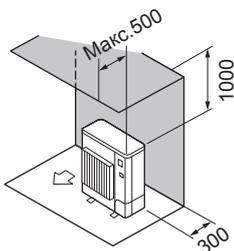

Fig. 2-3
- ② Окружающие предметы - только сзади и сверху (Fig. 2-3)